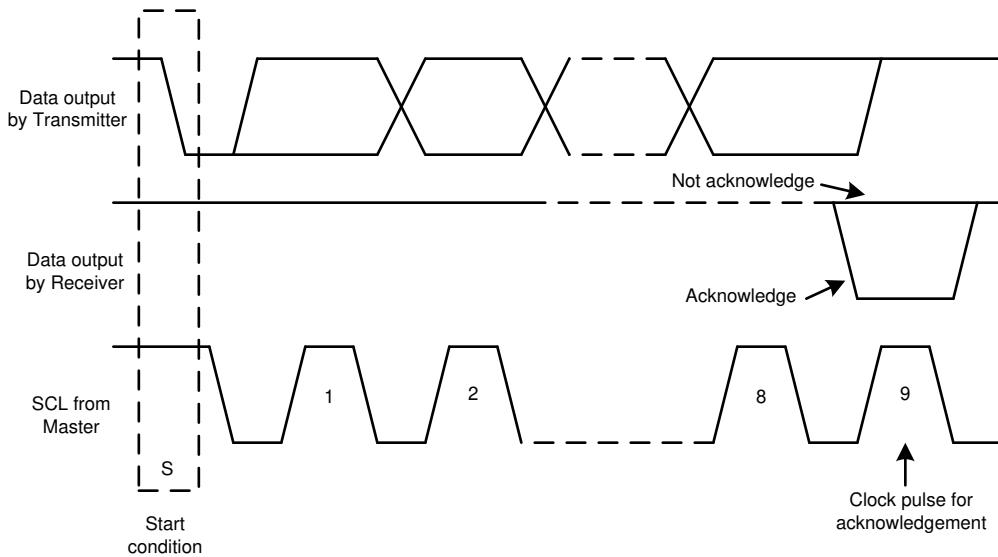

図 56. I2CTM バスの確認応答と否定応答
指定のタイミング信号を除いて、 $I^2C^{TM}$  インターフェイスではシリアル・バイトを扱います。各バイトの最後に、9 回目のクロック・サイクルで確認応答信号が生成および検出されます。確認応答は、9 回目のクロック・サイクルの High 期間中 SDA ラインを Low にすることで行われます。否定応答は、図 56 に示すように 9 回目のクロック・サイクルの High 期間中 SDA ラインを High のまま保持することで行われます。
2. 次に、マスタは SCL パルスを生成し、7 ビットのアドレスと読み取り / 書き込み方向ビット (R/W) を SDA ライン上で送信します。すべての送信中、データが有効であることをマスタは確認します。図 58 に示すように、データが有効であるためには、クロック・パルスの High 期間全体にわたって SDA ラインが安定している必要があります。すべてのデバイスは、マスタによって送信されたアドレスを認識して、デバイス内部の固定アドレスと比較します。図 56 に示すように、一致するアドレスを持つスレーブ・デバイスだけが、9 回目の SCL サイクルの High 期間全体の間 SDA ラインを Low にすることで、確認応答を生成します。この確認応答を検出することで、マスタはスレーブとの通信リンクが確立されたことを認識します。